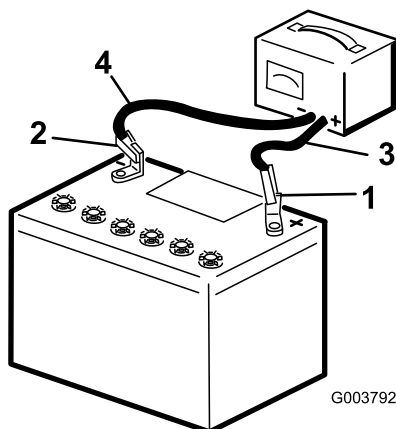

図 64
3. バッテリーのプラス端子にプラスケーブルを接続する 図 64。
4. バッテリーのマイナス端子にマイナスケーブルを接続する 図 64。
6. 充電が終わったら、充電器のプラグをコンセントから抜いてから、充電用のリード線をバッテリー端子から外す 図 64。